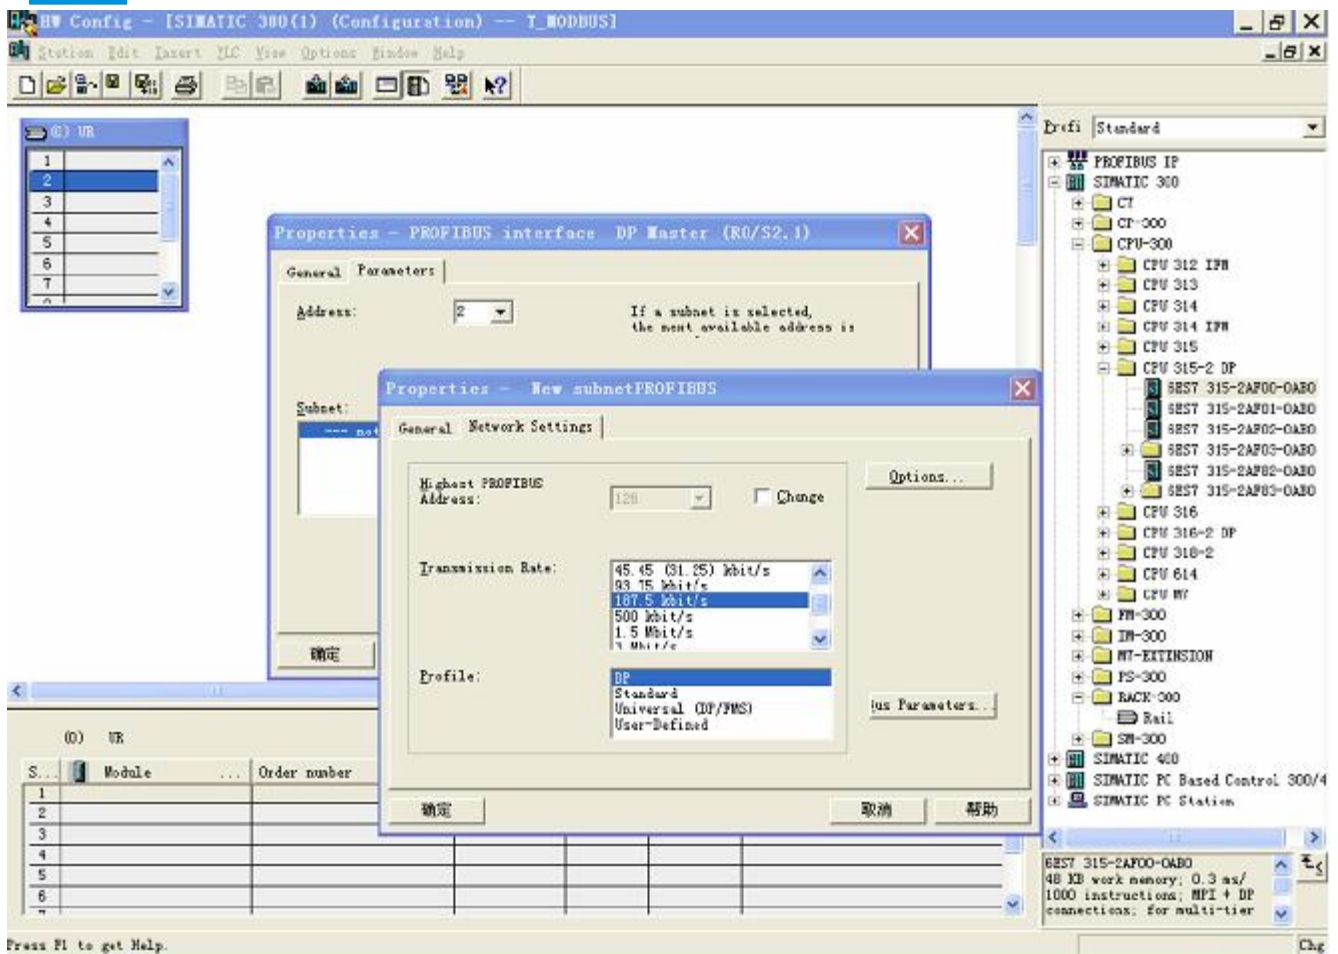

图 8
9. 创建 Profibus-DP 网络, 设置 Profibus-DP: New->Network settings, 选择 DP, 选择一个波特率如 187.5Kbps, 然后 “OK”. 双击它; 如图 8